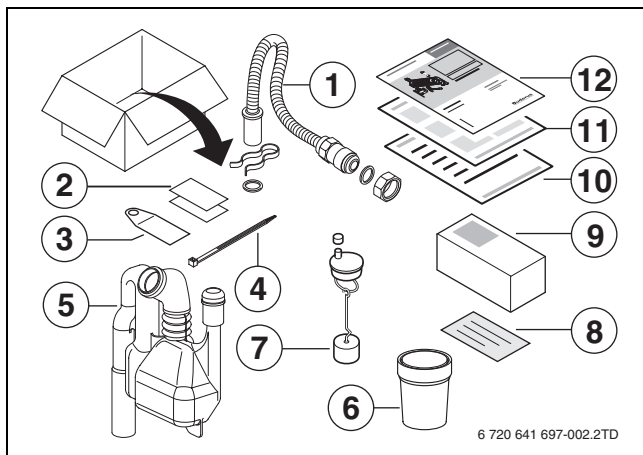
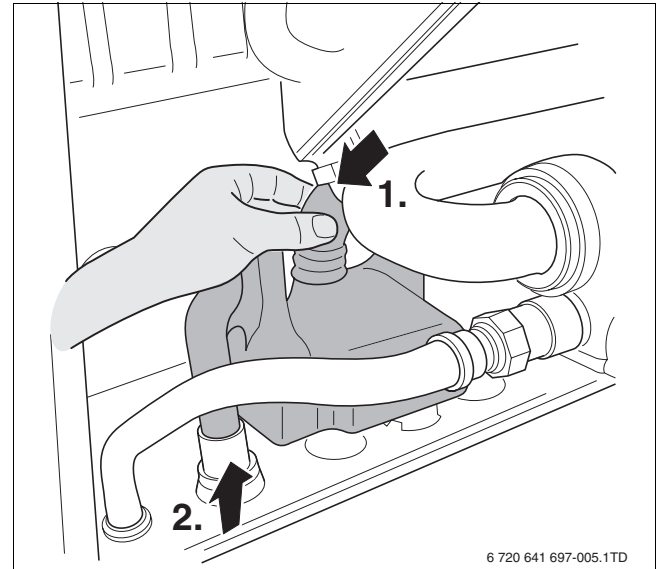
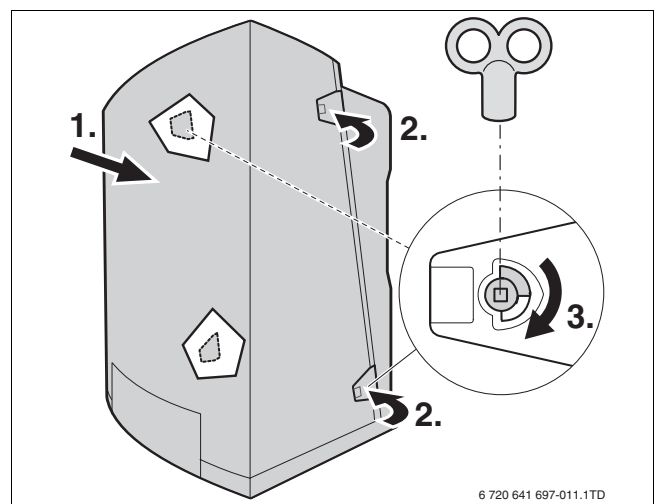

Fig. 1 Assemblage de rechange avec purgeur
Fig. 6 Retirer le siphon
Fig. 13 Monter l'habillage
- ▶ Démontez le tuyau de raccordement du gaz conformément aux figures 6 à 11 de la notice de montage du tuyau de raccordement du gaz (→ fig. 1, [11]).
- ▶ Compléter l'étiquette de gaz (→ fig. 1, [2]).
- ▶ Apposer l'étiquette sur le porte-étiquette (→ fig. 1, [3]) et le fixer sur l'ancien tuyau de raccordement de gaz à l'aide du serre-câbles (→ fig. 1, [4]).
- ▶ Verser un peu d'eau de l'installation de chauffage dans le flacon fourni dans l'assemblage de recharge (→ fig. 1, [6]). Lors de cette opération, s'assurer qu'il n'y a plus d'air dans le flacon.
- ▶ Compléter l'étiquette (→ fig. 1, [2]) pour l'échantillon d'eau et la coller sur le flacon.
- ▶ Monter la nouvelle vanne et toutes les autres pièces (→ fig. 1, [7]) dans le sens inverse du démontage.
- ▶ Avant de le remettre en place, remplir le siphon (→ fig. 1, [5]) d'eau. Ceci empêche la fuite des fumées.
- ▶ Monter le tuyau de raccordement de gaz conformément aux figures 13 à 23 de la notice de montage (→ fig. 1, [11]).